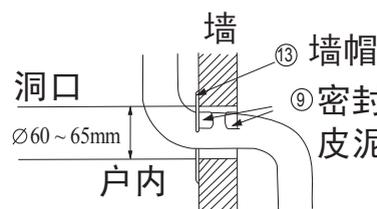
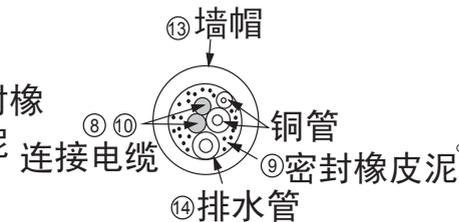

图28
图29
- 2 用附件 ⑬ 墙帽及附件 ⑨ 密封橡皮泥来整理墙上的洞，如图28、图29。